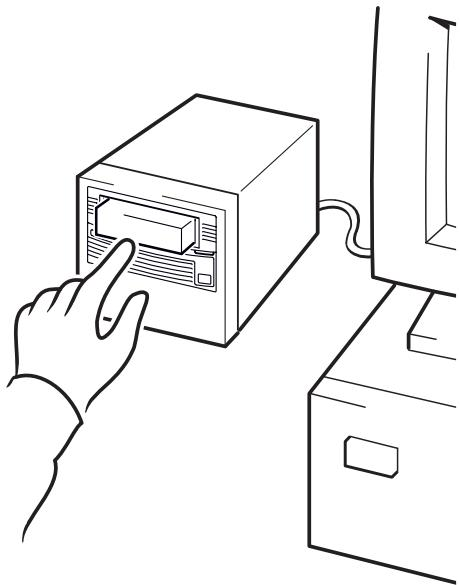

Abbildung 10a: Verwenden von
- 1 Laden Sie die aktuellste startfähige Kassette in das Bandlaufwerk (siehe Abbildung 10a). Die Kassette muss von einer Datensicherungsanwendung erstellt worden sein, die Daten im CD-ROM-Format auf das Band schreibt.